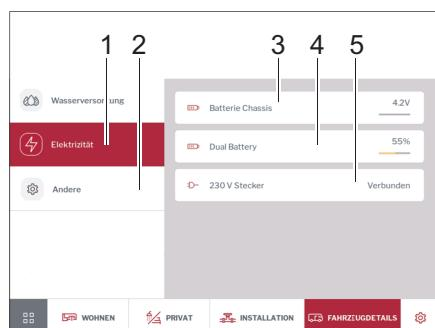

Fig. 290 Elettricità e temperatura interna
- Digitare il pulsante *Elettricità* (Fig. 290,1). Vengono visualizzati la tensione di batteria del veicolo (Fig. 290,3), lo stato di carica della batteria a montaggio in %, ossia la tensione di carica della batteria AGM in volt (Fig. 290,4) e lo stato dell'alimentazione a 230 V (Fig. 290,5).
- Digitare il pulsante *Altro* (Fig. 290,2). Viene indicata la temperatura interna.